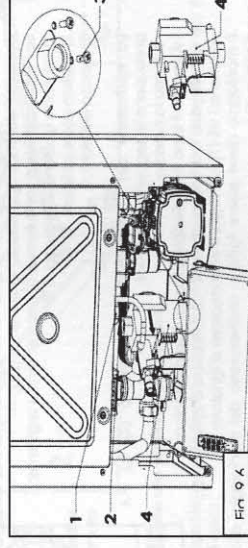

Fig. 9.6
La sostituzione della camera di gas (4) fig. 9.6 pressuppone le seguenti operazioni:
- si svita il dado del raccordo di combustibile (1);
- si svitano i viti di fissazione della camera di gas (3);